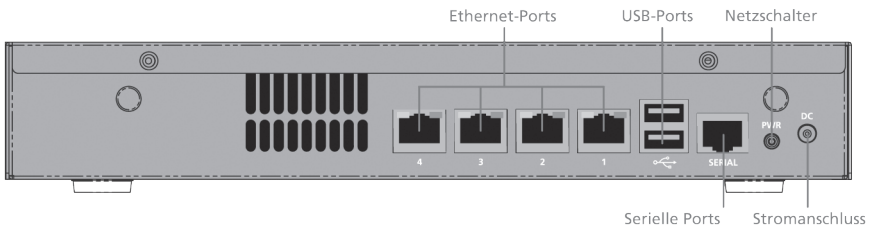

Abbildung 1 Kerio Operator Box 1210
- Kerio Operator Box 1000-Serie: Sub 1U-Appliance (siehe Abbildung 1).